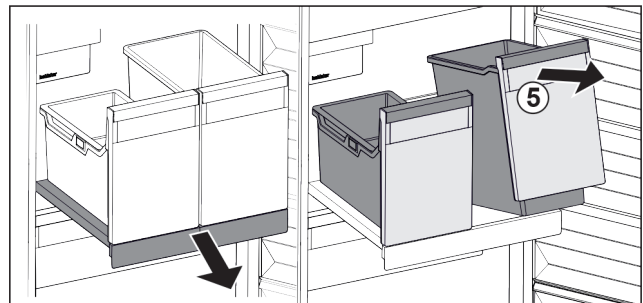

Fig. 22
- ▶ Приподнимите контейнеры Fig. 22 (5) спереди.